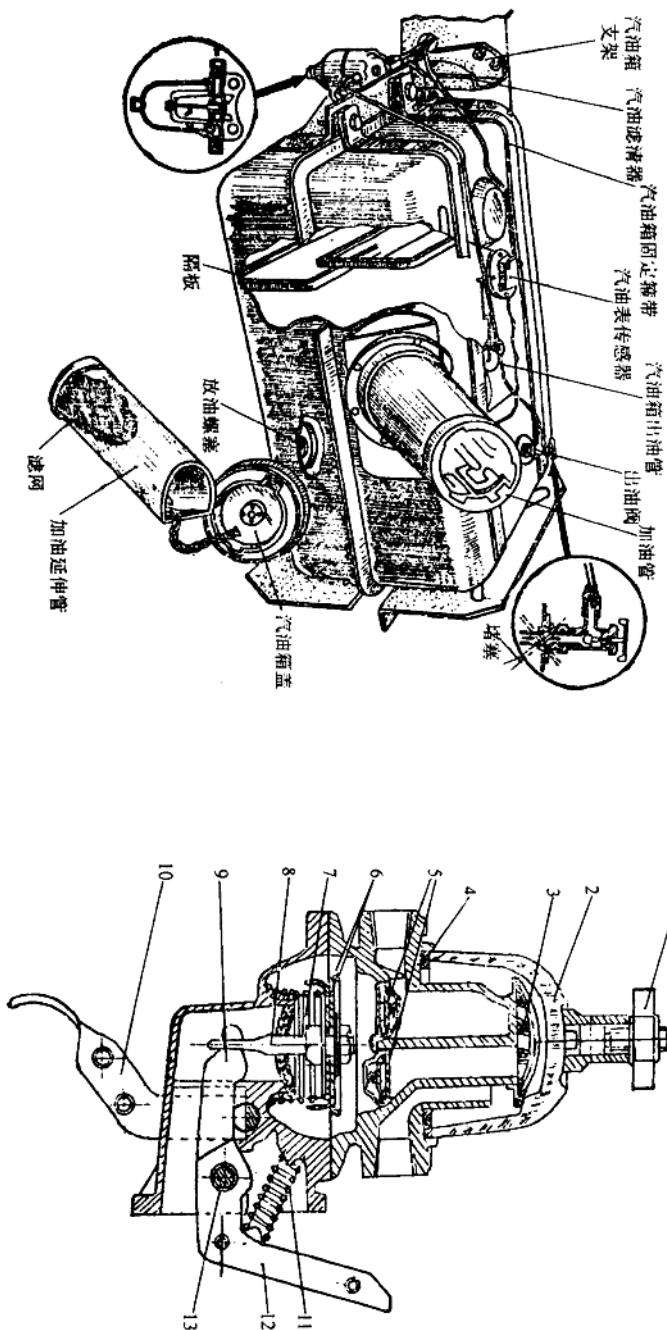

图 1-3 虚线×表示出油管堵塞
2. (图1-3) 油箱堵塞，油管碰瘪，汽油箱的出油管堵塞或脱焊、裂缝。